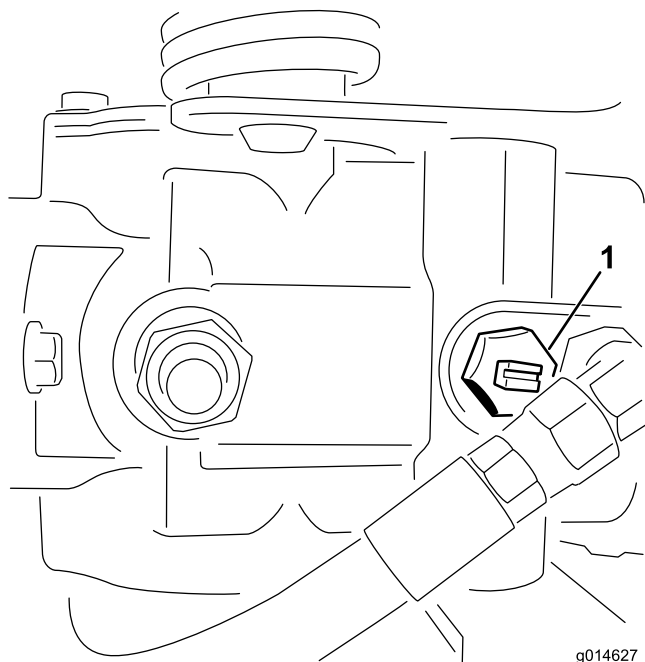

图42
2. 启动发动机之前，旋转旁通阀，使槽处于水平位置，这样就可以关闭旁通阀（图42）。旁通阀打开时，切勿启动发动机。
1. 找到并旋转泵上的旁通阀，使槽处于垂直位置（图42）。